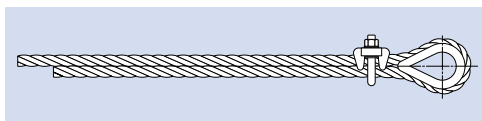

Abb. 7: Positionierung erste Klemme
- Bei einer Endverbindung mit Kausche (z.B. nach DIN EN 13411-1) ist die erste Drahtseilklemme unmittelbar hinter der Kausche anzubringen (Abb. 7) und mit dem zugehörigen Drehmoment (Tabelle 1) anzuziehen.